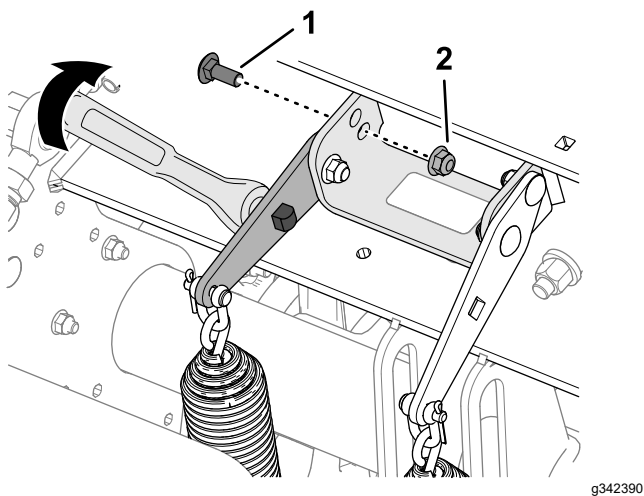

Figura 119
4. Inserte una llave de carraca de ½" o una llave de extensión en el orificio cuadrado de la placa de tensión del muelle (Figura 119).